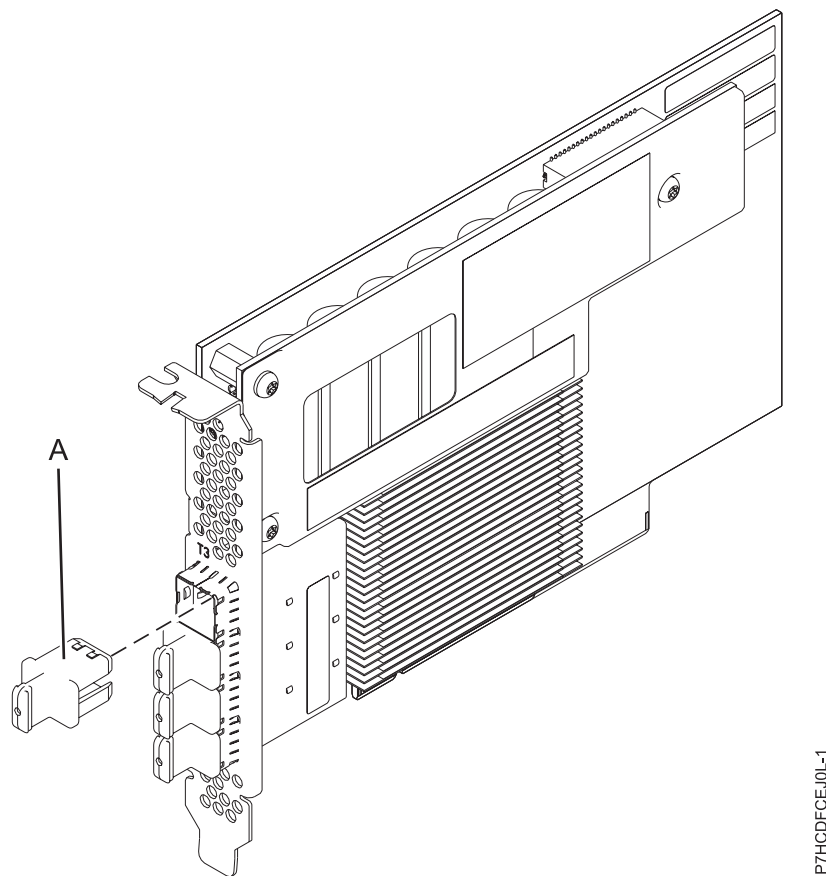

Figure 14. Carte PCIe3 avec cache RAID SAS de 12 Go, 6 Go.
La figure 14 présente la carte PCIe3 avec cache RAID SAS de 12 Go, quatre ports, 6 Go. Le capuchon du connecteur (A) est installé dans un port vide et empêche que ce port ne soit endommagé lorsqu'un câble d'un connecteur de port adjacent est branché ou retiré.
La carte FC EJ0L est une carte courte, de largeur simple, pleine hauteur. La figure 14 présente la carte FC EJ0L. Chaque carte FC EJ0L requiert la présence d'une autre carte FC EJ0L sur ce serveur, ou sur un autre serveur, pour opérer en paire avec la carte SAS RAID et activer la fonctionnalité de cache et les autres fonctions haute disponibilité, multi-initiateurs (adaptateur d'E-S de stockage double).